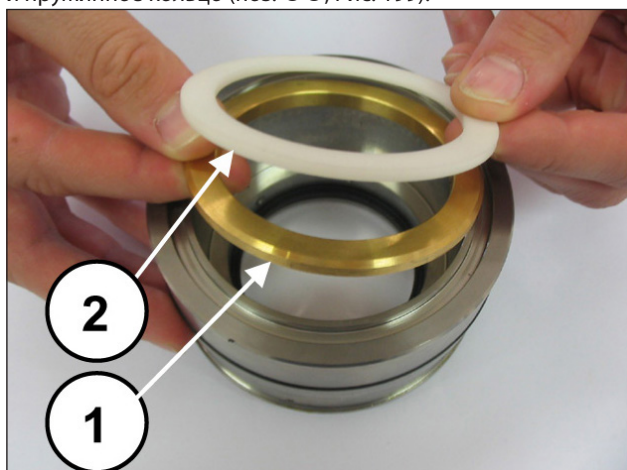
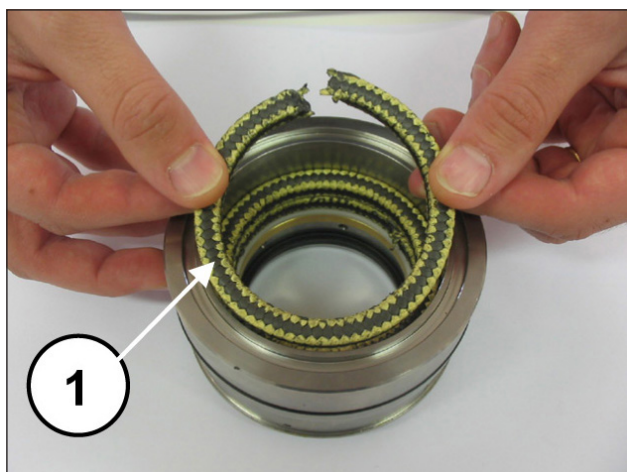
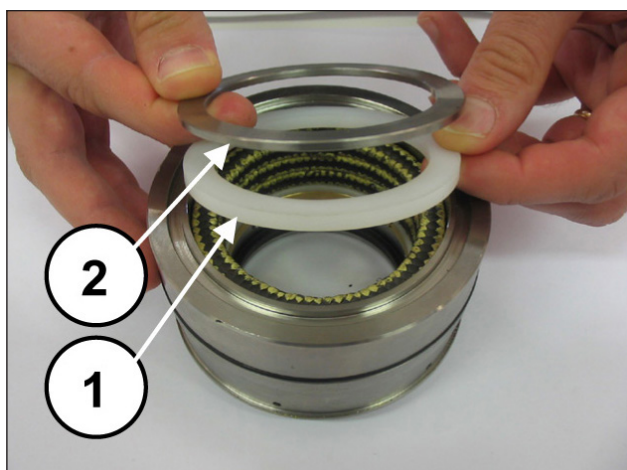

Рис. 197
Рис. 198
Рис. 199
Установите опорное и антиэкструзионное кольца (поз. ①②, Рис. 197), три уплотнительных кольца КС так, чтобы выемки на них располагались под углом 120° друг к другу (поз.①, Рис. 198), скребковое кольцо уплотнений КС и пружинное кольцо (поз. ①②, Рис. 199).